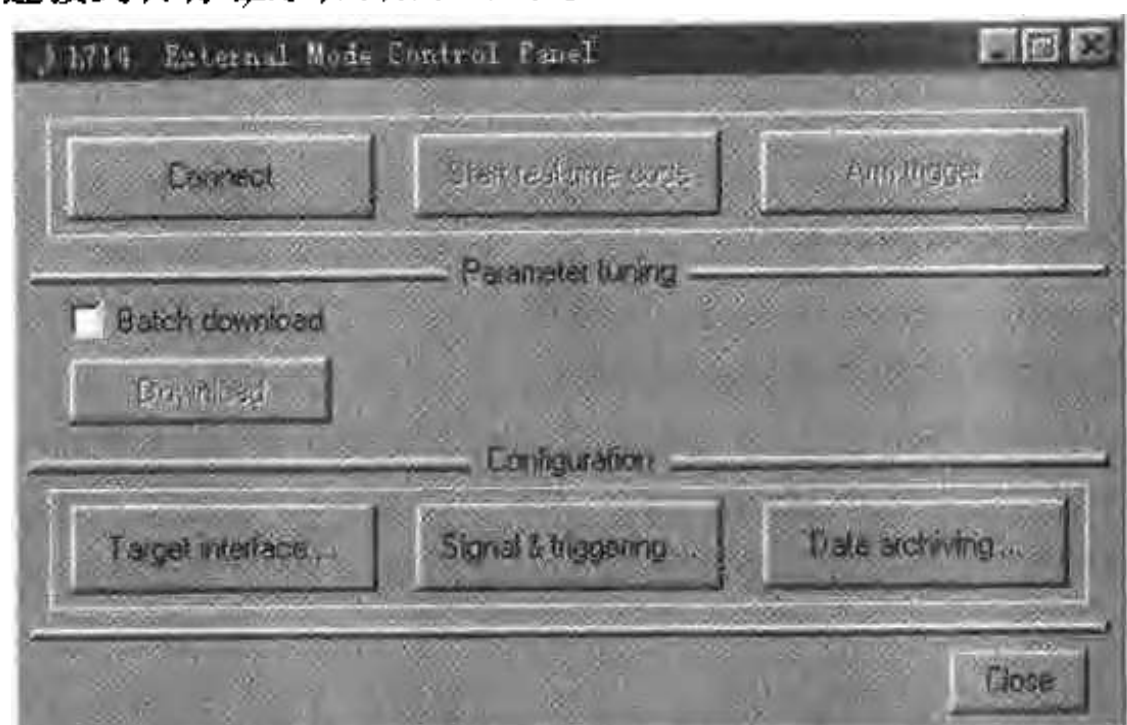

图 9-19 外部模式控制面板
(7)设置外部模式的特性。用 Tools 菜单下的 External Mode ControlPanel 命令打开模式控制面板,读者可以通过它方便地浏览外部模式要用到的所有特性。外部模式面板能让用户配置宿主和目标之间的通信机制、信号监视以及数据记录等特性,也能让用户将 Simulink 模型连接到目标程序,开始和结束模型代码的执行。图 9-19 是外部模式控制